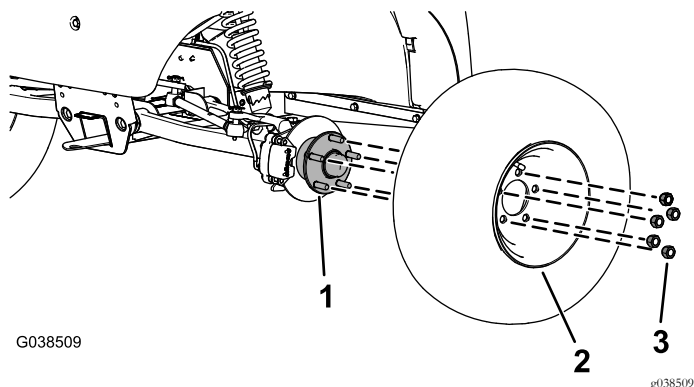

Рисунок 2
2. Отверните зажимные гайки, которые крепят каждое колесо к ступице (Рисунок 2).